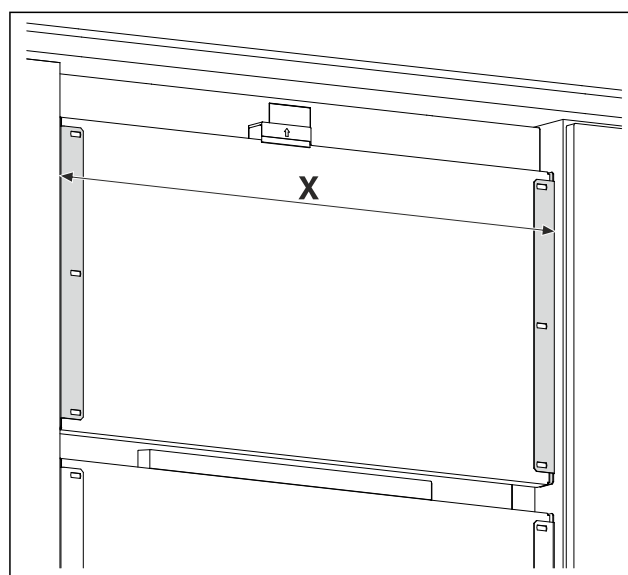

Fig. 19 Représentation à titre d'exemple
- Mesurer la distance Fig. 19 (X) qui sépare le bord extérieur de l'équerre de fixation.